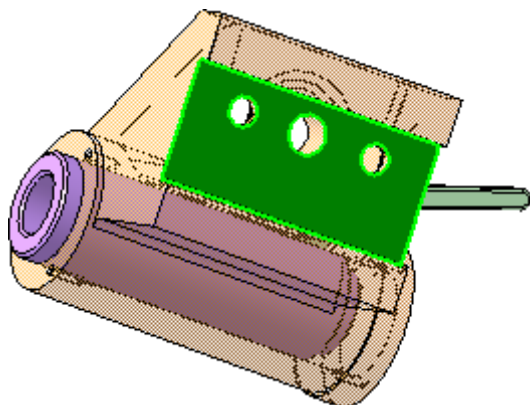

Рис. 91
- выделите левой кнопкой мыши плоскую грань внутри паза в нижней части корпуса, как показано на рис. 91;